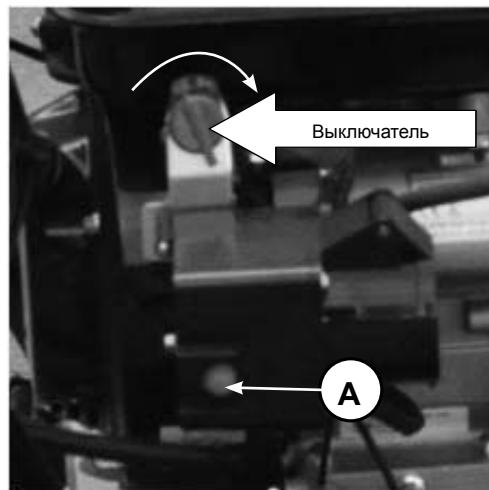

Рис.34
- Установите выключатель в положение ON(Вкл). Нажмите и удерживайте кнопку запуска (A) электрического стартера (Рис.34).